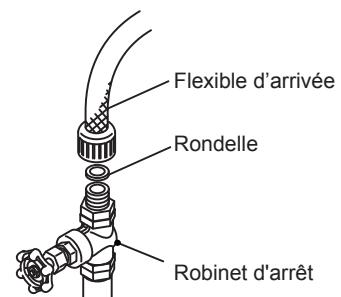

Fig. 4
- 1) Raccorder l'extrémité libre du tuyau d'arrivée d'eau au robinet d'arrêt (Fig. 4), en veillant à placer correctement la rondelle d'étanchéité. Serrer manuellement de manière à obtenir un raccordement étanche. Il est prudent d'avoir un robinet d'arrêt à proximité.
- 4) Fermer la conduite d'alimentation en eau potable grâce au robinet d'arrêt. Voir fig. 4.